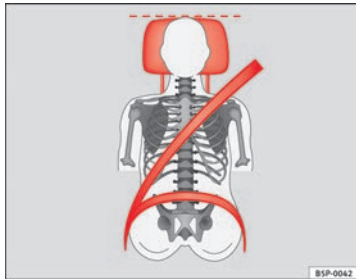

Abb. 13 Richtiger Gurtbandverlauf und richtige Kopfstützeinstellung von vorne betrachtet
- Das Schultergurteile des Sicherheitsgurtes muss über die Schultermitte und niemals über den Hals verlaufen. Der Sicherheitsgurt muss flach und fest am Oberkörper anliegen ⇒ Abb. 13.